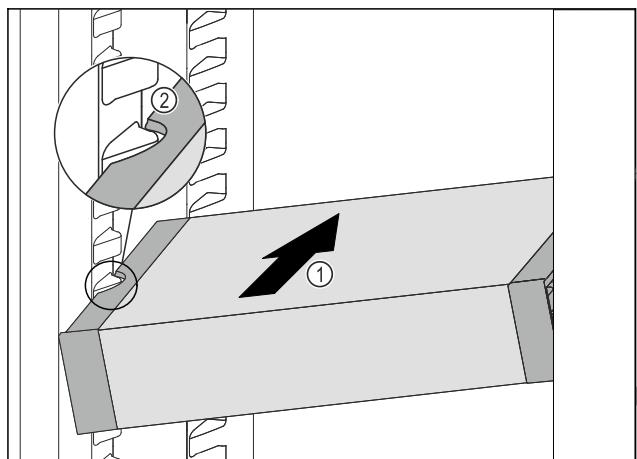

Fig. 112
- VarioSafe schräg in das Kühlteil einschieben Fig. 112 (1), bis sich die seitlichen Aussparungen Fig. 112 (2) des Vari-oSafes auf Höhe der Behälterrippe im Kühlteil befinden.